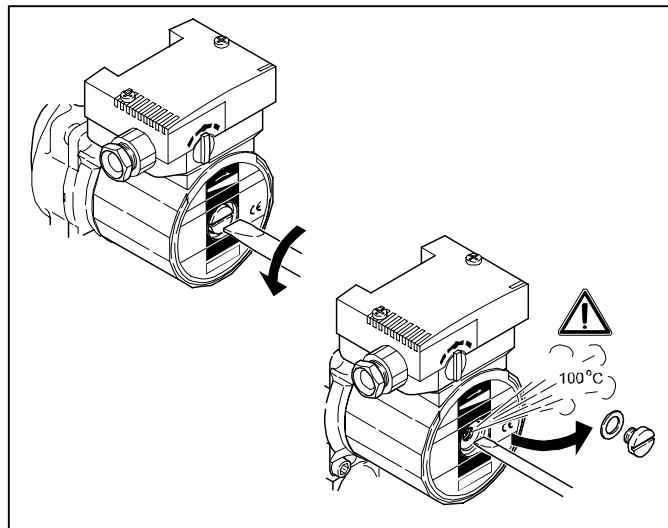

Рис. 6
- Осторожно отпустите винт для удаления воздуха и затем выкрутите его (Рис. 6).
- проверьте ход ротора насоса посредством вращения шлицевого конца вала с помощью отвертки или обеспечьте его ход (Рис. 6).